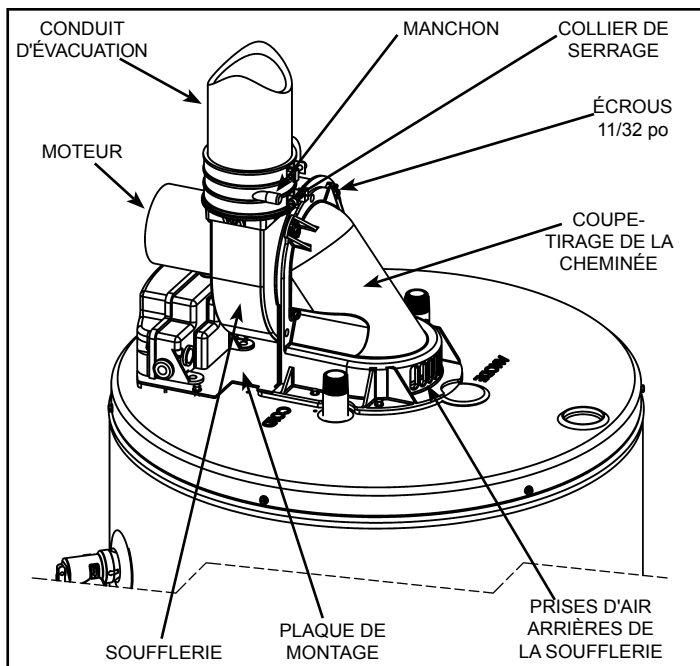

Figure 41
- Inspectez le conduit de fumée interne du chauffe-eau afin de détecter d'éventuelles traces de corrosion (Figure 41). La corrosion est parfois un signe que le chauffe-eau est exposé à une source de contaminants, à de l'humidité, que le brûleur ne fonctionne pas normalement, ou que de la condensation excessive se forme dans le conduit de fumée. Déterminez quelle est la cause de cette corrosion et éliminez-la.